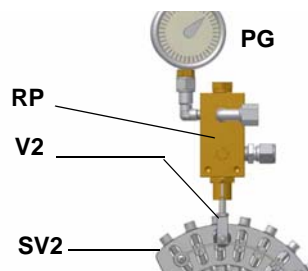

Fig. 25
- 10 per ottenere la portata massima dell'olio regolare la pressione (leggendo il valore sul manometro PG), senza variare la portata d'aria stabilita durante la taratura in funzionamento a gas (vedi par. precedente): sempre controllando i valori di combustione, agire sulla vite del settore variabile relativo all'olio **SV2** (vd. Fig. 25) una volta raggiunta la posizione di alta fiamma.